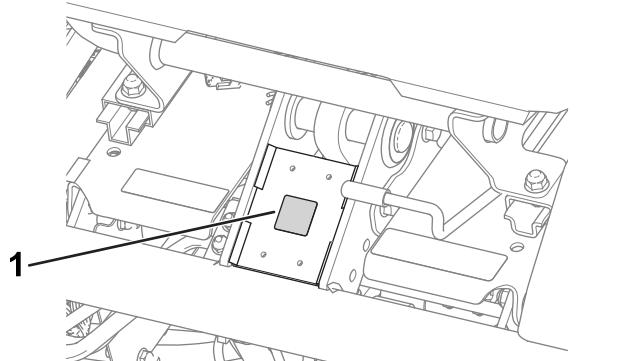

図 14
- CE マークステッカー P/N 93-7252を、運転席前下のフレーム部分に貼りつける 図 14。